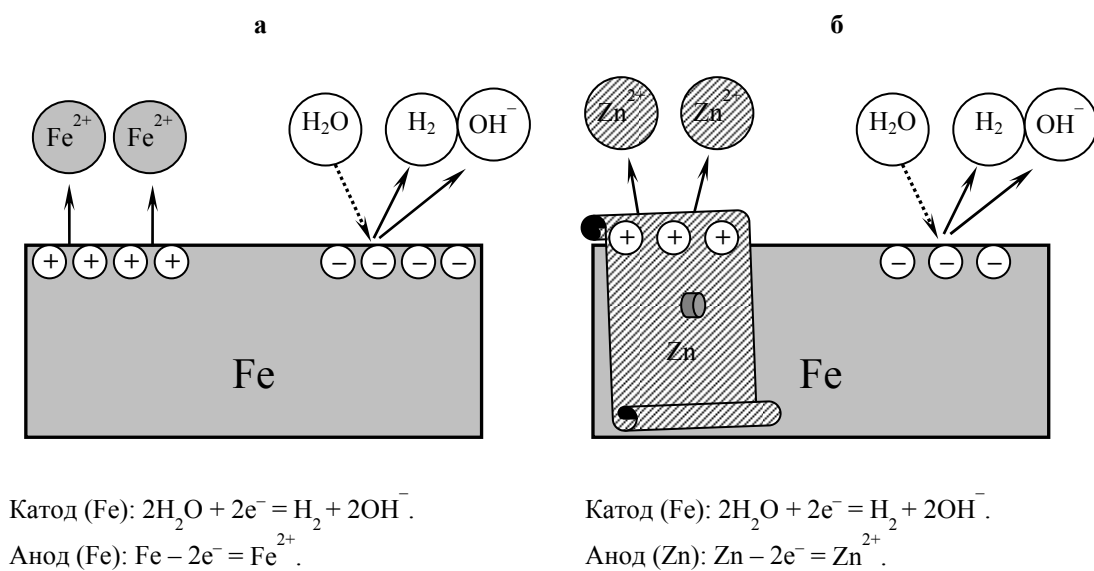

Рис. 3. Коррозия железа (а) и железа с протекторной защитой (б) в воде
1. **Протекторная защита** – к защищаемому изделию присоединяют протекторы – более активные металлы. Защита будет действовать до тех пор, пока полностью не растворится анод – более электроотрицательный металл (рис. 3).